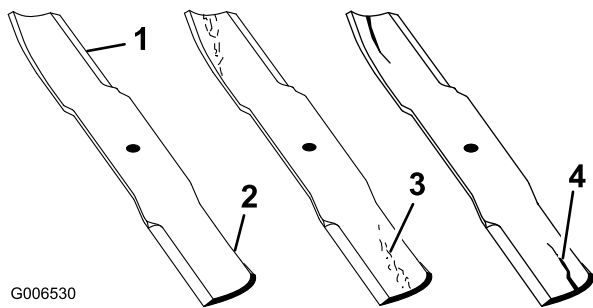

Figura 84
1. Inspeccione los filos de corte (Figura 84). Si los bordes no están afilados o tienen muescas, retire las cuchillas y afílelas. Consulte Afilado de las cuchillas (página 59).
2. Inspeccione las cuchillas, especialmente la parte curva. Si observa fisuras, desgaste o la formación de una ranura en esta zona, instale de inmediato una cuchilla nueva (Figura 84).